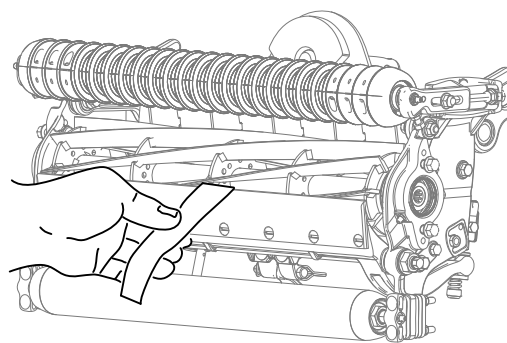

图7
2. 在滚刀与底刀间插入一长条剪切性能纸 Toro 零件号 125-5610 纸要与底刀垂直检测剪切性能图7。缓慢向前旋转滚刀滚刀应剪切检测纸。